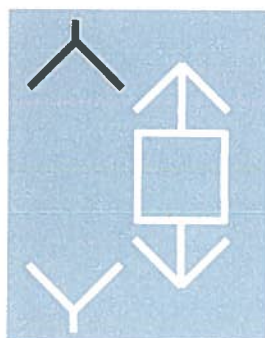

Fig. 7.36
- Prezență tensiune pe un pol al întreruptorului și lipsă tensiune pe celălalt (fig. 7.36);